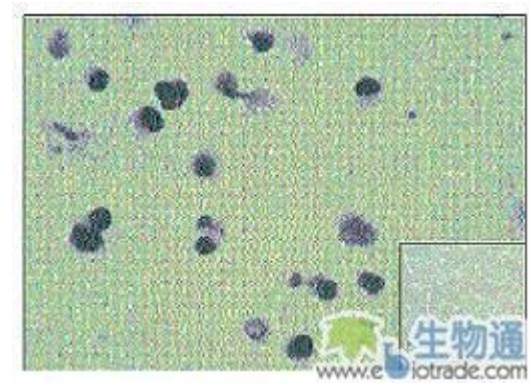

图 2. 抗 Fas 单克隆抗体 (50ng/ml; CH-11 克隆, Oncor) 诱导的 Jurkat 细胞凋亡。细胞经 Fas mAb 处理后 (16 小时)，使用 DeadEnd™ 比色法凋亡检测系统标记凋亡细胞的胞核。未处理的对照组细胞无着色 (插图)。
根据肝组织 caspase 酶活性的数据和其它相关支持数据, 作者推断 SRTFs 的核内转移对于凋亡的启动和由于巨噬细胞释放细胞因子而引起的肝损伤(图 2) 具有非常重要的意义。最终, 这一发现将有助于理解由巨噬细胞表达的炎症细胞因子介导的大面积肝组织凋亡的生物学及其发病机理。
**图 2. 细胞因子/趋化因子激活、以及在此 LPS 诱导的肝损伤模型中, 以肝组织酶的释放、肝细胞凋亡和死亡表示的肝脏损伤的时间进程示意图。** 异常指数表示所研究的参数的增加倍数。图片的引用得到了以下授权: Dr. Jacek Hawiger, Vanderbilt University, 以及 The Journal of Biological Chemistry.
Fas 介导的细胞死亡模型是已建立的、较好的凋亡模型。Fas 配体 (FasL) 结合于 Fas 受体或受体的交联抗体后可以启动这一模型 (5, 6)。配体结合后几小时内就可以观察到 Fas 介导的细胞死亡，这一过程不需要蛋白质合成 (5, 7)。普遍认为 Fas 连接作用激活了蛋白酶的级联反应，最终转换成细胞死亡信号 (8)。Jurkat 细胞为人 T 淋巴细胞，我们使用了抗体交联的 Fas 致使 Jurkat 细胞发生凋亡，并以此为模型，验证了 Promenga 的 DeadEnd™ 比色法凋亡检测系统的效用。如图 2 所示，使用抗 Fas 处理后，DeadEnd™ 比色法凋亡检测系统可将许多凋亡细胞标记出来，而未经处理的对照组细胞几乎都没有被标记上。
此外，实验还先后使用了 Promega 公司的 CellTiter 96® AQueous One Solution Cell Proliferation Assay (以下称 CellTiter® 96 AQueous 单溶液细胞增殖检测试剂盒) (a) 和 CytoTox 96® Non-Radioactive Cytotoxicity Assay (以下称 CytoTox® 96 非放射性细胞毒检测试剂盒)，来检测凋亡诱导后 16 小时的细胞活力 (图 3)。CellTiter® 96 AQueous 试剂盒检测的是四唑盐 MTS(a)的生物还原，从而对细胞活力进行定量检测 (9)。CytoTox® 96 试剂盒检测的是细胞膜被破坏后，从细胞内漏出的乳酸脱氢酶 (LDH)。如图 3 所示，CellTiter® 96 AQueous 试剂盒检测的结果是：随着诱导 Jurkat 细胞凋亡加入的 Fas mAb 的增多，活细胞总数降低；而同时使用的 CytoTox® 96 试剂盒检测的结果是死亡细胞总数增加。在这一 Fas 介导的 Jurkat 细胞凋亡模型中，上述两种方法的检测结果与使用 DeadEnd™ 检测系统所检测的凋亡情况是一致的 (图 2 和 3)。在使用茴香霉素诱导 HL-60 细胞的凋亡时也观察到了相似的结果，证实了 CellTiter® 96 AQueous 试剂盒、CytoTox® 96 试剂盒以及 CaspACETM 荧光检测系统的检测结果具有一致性 (11)。